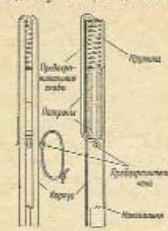

Рис. 5. Металлический воспламенитель.
15. Специальная спичка — это деревянная палочка, покрытая зажигательной массой (рис. 5). К каждой бутылке прикрепляется по 2 спички при помощи двух резиновых ко-
16. Стеклянные ампулы (рис. 5) наполняются жидкостью, воспламеняющейся при взаимодействии с горючей смесью. Ампулы